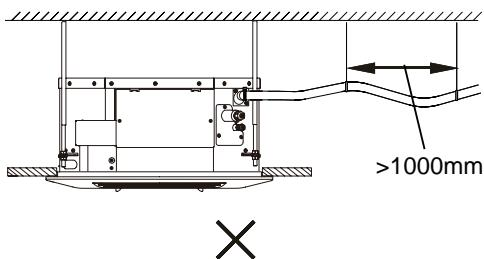

Fig. 5.1
- Per evitare il riflusso dell'acqua all'interno dell'Unità durante l'arresto, il tubo di scarico della condensa deve essere posizionato in basso, e deve drenare l'acqua all'esterno (lato scarico); la pendenza del tubo di scarico condensa deve essere maggiore di 1/100, senza punti di risalita né ristagni d'acqua; in caso contrario, ciò può causare rumori anomali (vedi Fig. 5.1).
- Nel collegare il tubo di scarico della condensa, non tirare il tubo stesso, per evitare che le connessioni del tubo dell'acqua si allentino. Predisporre punti di supporto ogni 0.8~1.0 metri, per evitare che il tubo si pieghi (vedi Fig. 5.1).